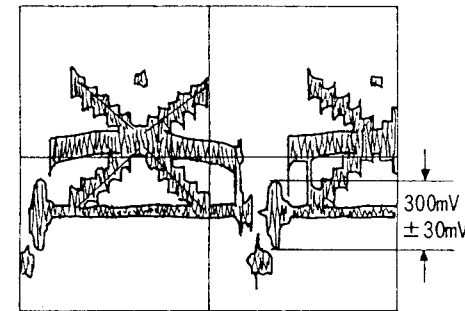

Abb. 4-10
13) Bestätigung des Burstpegels (Abb. 4-10, 4-52)